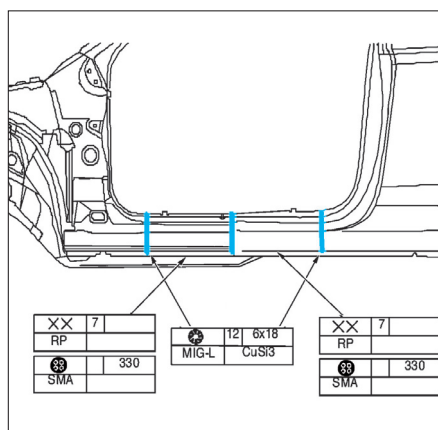

FIG. 87
- Encoller et souder es 2 parties inférieures du bas de caisse (fig. 87).